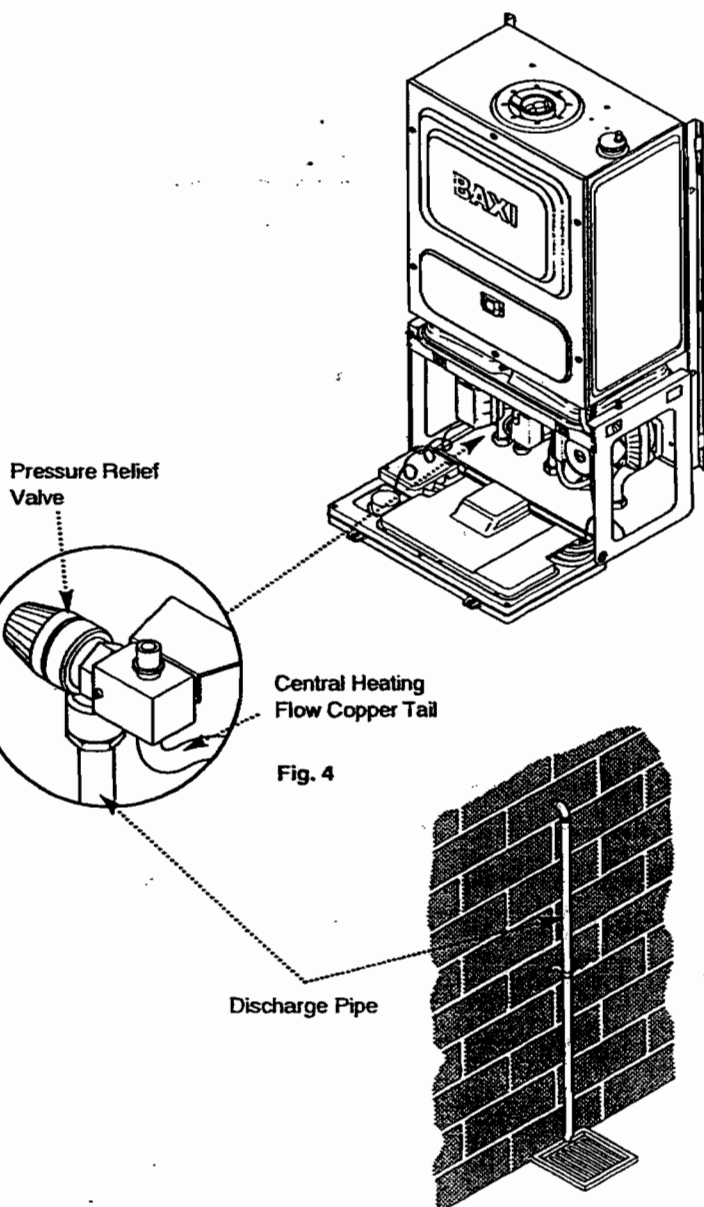

Fig. 4
6.7 Pressure Relief Valve (Fig. 4)